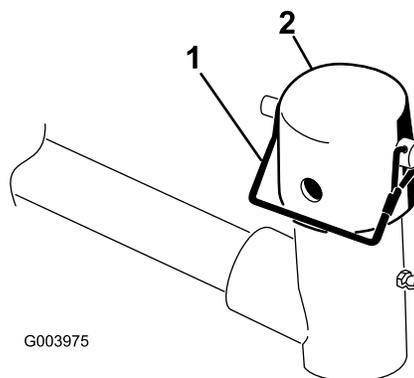

図 4
3. 各カッティングユニットのリフトアームで、キャップをリフトアームピボットヨークに固定しているスナッパピンを取り外し、キャップを取り外します (図 4)。